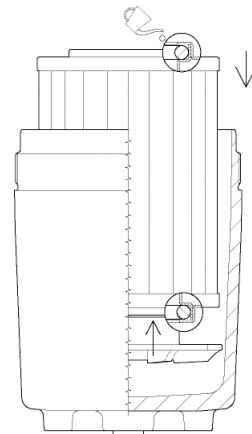

Fig. 4
- 6 Lubrificare le guarnizioni dell'elemento filtrante con il fluido di lavoro. Montare il codolo inferiore nell'elemento filtrante, inserire l'assieme, elemento + codolo come indicato in fig. 4 nel contenitore.